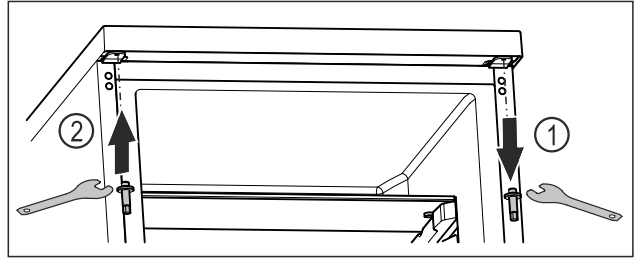

Fig. 23
- Kierrä ylemmät pultit ulos ulokuusioavaimella. Fig. 23 (1)
- Kierrä pultit ulokuusioavaimella kiinni vastapäiselle puolelle. Fig. 23 (2)